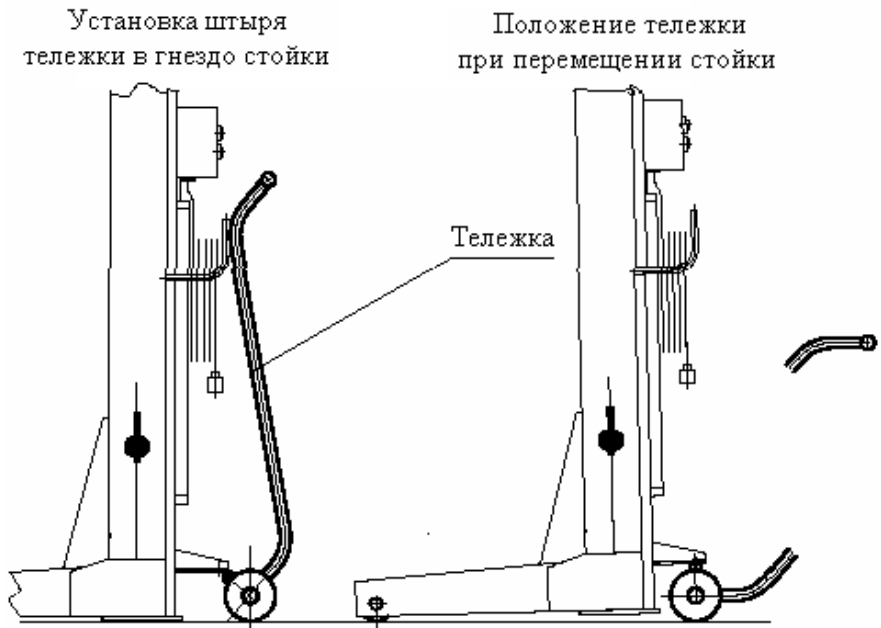

Рис. 5. Перемещение стойки при помощи тележки
7.1.1. При помощи тележки подкатить каждую стойку подъемника подхватами под штатные опорные места трамвая. Для перемещения стойки подкатить тележку к стойке и, зацепив ее, приподнять (см.Рис.5). Убрать тележку.